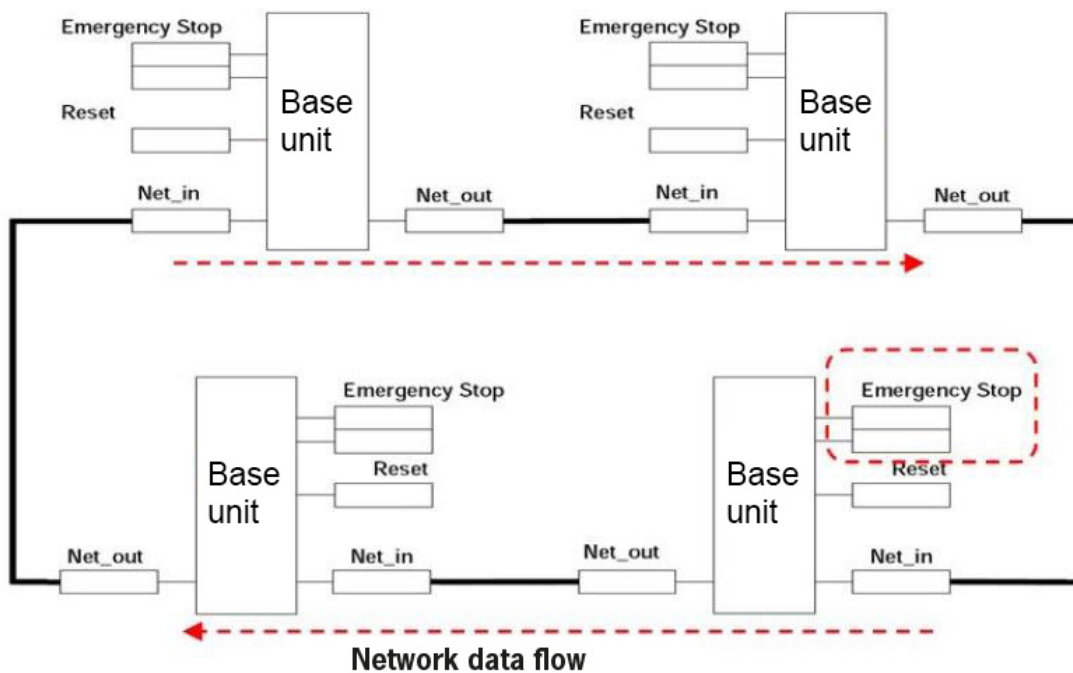

Figura 207: Ejemplo de aplicación de red
**Condición 1:** para la conexión, véase la Figura 207:
4. Como resultado final, la SALIDA de todos los nodos conectados será "1" (TRUE) si las distintas entradas (IN) adoptan el estado "1" (TRUE).
**Condición 2:** si en uno de los cuatro nodos se pulsa el interruptor de parada de emergencia, véase la Figura 207:
**Condición 3:** si la entrada IN del bloque de función NETWORK conmuta al estado “0” (FALSE) en uno de los cuatro nodos, véase la *Figura 207*